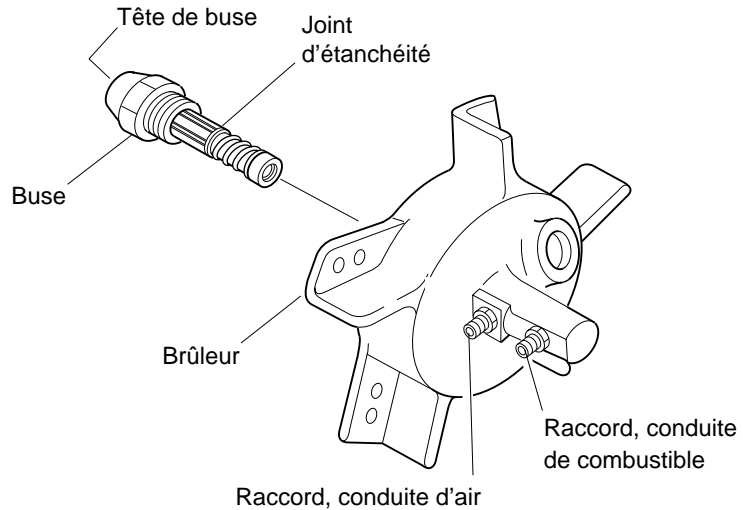

Figure 26 - Démontage de la buse, modèles 70/100/150
8. Avec une clé à tube de 5/8 po déposez soigneusement la buse du brûleur (voir figure 26, page 16).